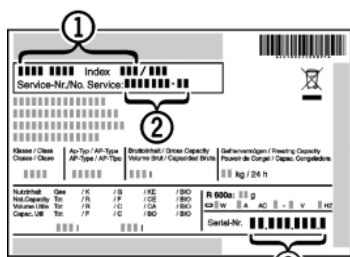

Fig. 63
- ▶ Označení přístroje Fig. 63 (1), servisní číslo Fig. 63 (2) a sériové číslo Fig. 63 (3) naleznete na typovém štítku. Identifikační typový štítek je umístěn na levé vnitřní stěně přístroje.